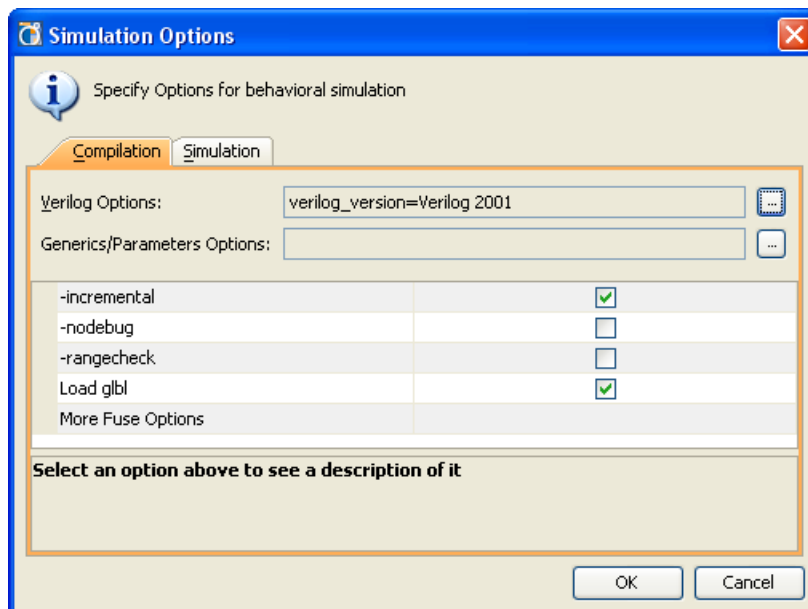

図 5-10 : [Simulation Options] ダイアログ ボックス
- [Options] : 216 ページの図 5-10 および 217 ページの図 5-11 に示す [Simulation Options] ダイアログ ボックスを開きます。
[Compilation Options] ダイアログ ボックスの [Launch Options] タブでは、Fuse および ISim で実行される起動オプションを指定します。216 ページの図 5-10 に、[Simulation Options] ダイアログ ボックスを示します。